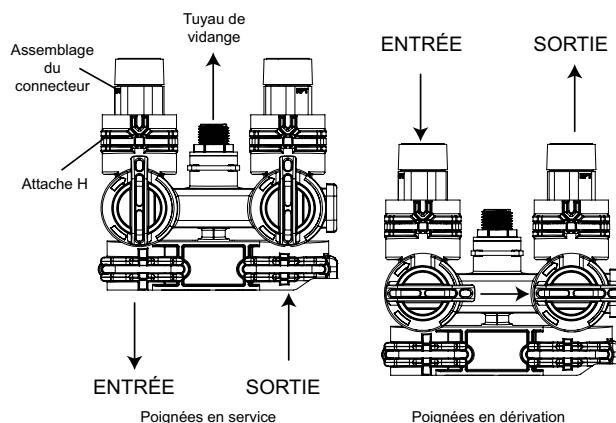

Figure 7 Opération de dérivation
1. Localisez les pièces et un rouleau de ruban de Teflon. Les adaptateurs de plomberie doivent être retirés (Figure 7 Assemblage du connecteur).
3. Retirez l'attache en insérant une lame plate sous le centre du haut de l'attache et soulevez (écartez) (Figure 7 Assemblage du connecteur).